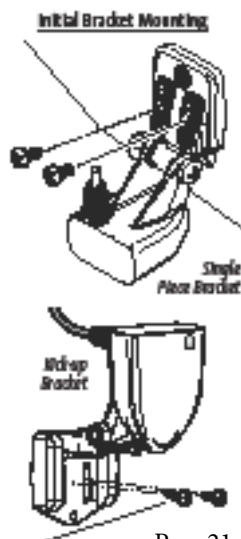

Рис. 21
2) Выровняйте сборку датчика с просверленными отверстиями на транце (рисунок 21).
4а) При использовании двусоставного откидного крепежного кронштейна поднимите блок в верхнее положение так, чтобы можно было достать до крепежных шурупов. Следите за тем, чтобы расположение кронштейна не менялось и затяните крепежные шурупы (рисунок 21). Затем опустите датчик в нижнее положение.
4б) При использовании цельного кронштейна следите за тем, чтобы расположение кронштейна не менялось и затяните крепежные шурупы (рисунок 21).